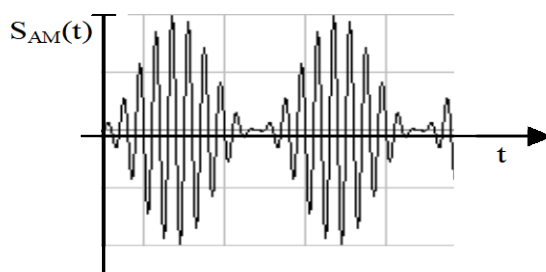
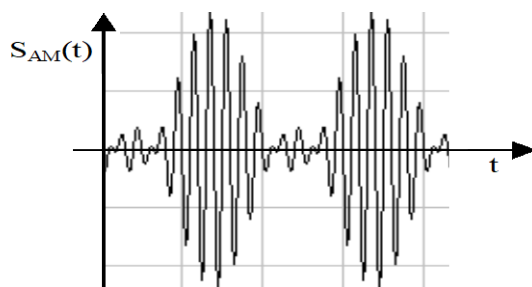

Рис. 12. Осциллограмма однотонального АМ колебания при  $MS_{упр}(t) = 1$
Рис. 13. Осциллограмма однотонального АМ колебания при  $MS_{упр}(t) = 1.4$
*Однотональная амплитудная модуляция* – это частный случай АМ, когда управляющим является также гармоническое колебание с частотой  $\Omega < \omega$ . Пример осциллограмм однотонального АМ – колебания при  $MS_{упр}(t) = 1$  (Рис.12),  $MS_{упр}(t) > 1$  (Рис.13).